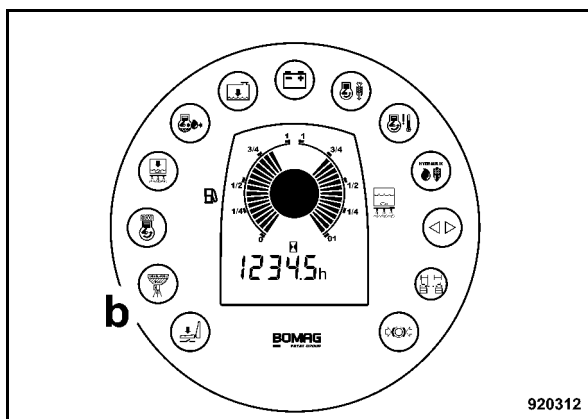

Fig. 198
- Se all'avviamento o durante il funzionamento si accende la spia di allarme acqua nel carburante (b) (Fig. 198) sullo strumento combinato, scaricare l'acqua dal prefilto.